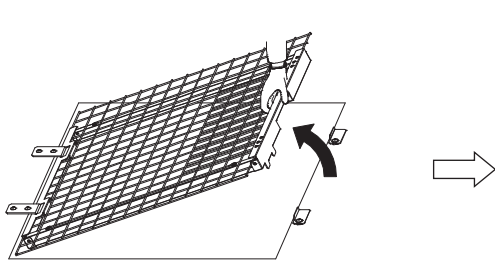

Figura 5
- (2) Levante la red de protección lentamente girando alrededor de los ganchos de sujeción. (Consulte la **Figura 5**).